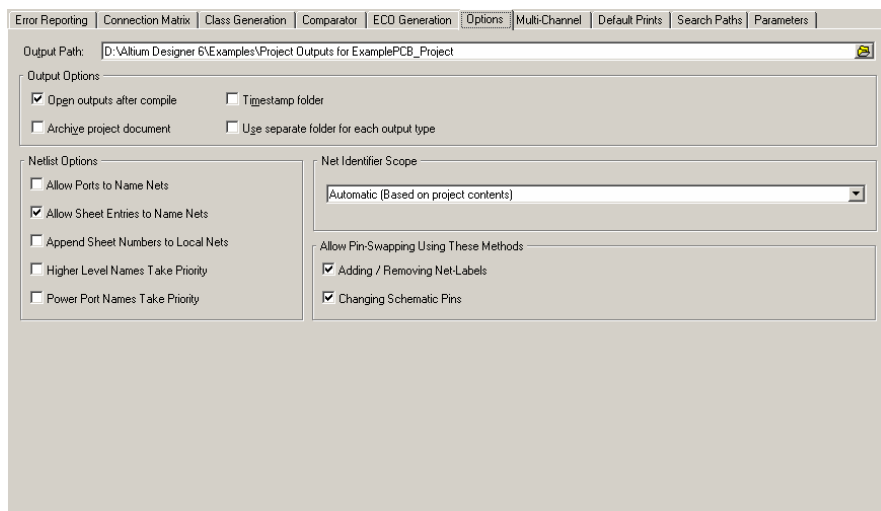

图 2.28 “Options”选项卡
(2)单击“Options for PCB Project ExamplePCB_Project.PrjPcb”对话框上部的“Options”标签，打开如图 2.28 所示的“Options”选项卡。